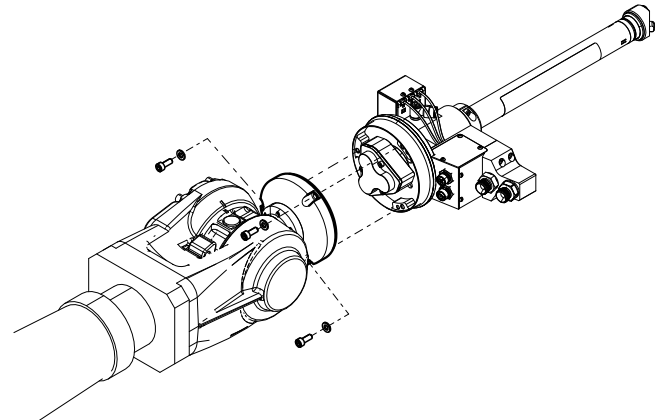

FIG. 8
6. Switch 3D Gun을 로봇 장착 플랜지에 장착하는 나사 3개를 풉니다. FIG. 8를 참조하십시오.